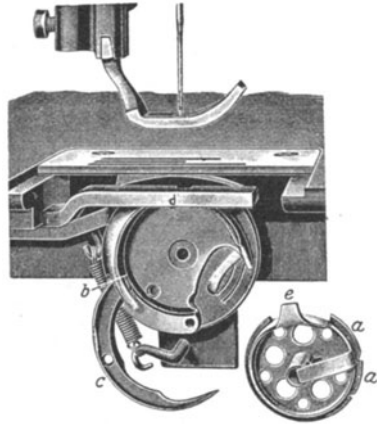

Abb. 48. Ansicht des Greifers mit abgenommenem Spulengehäuse.
2. Durch einen an dem Spulengehäuse befindlichen Randflansch, der in eine im Greiferkessel befindliche Nut greift. Das Spulengehäuse sitzt dauernd im Greifer, es ist eingebaut; die Spule wird in das Gehäuse gesteckt und durch eine Klink (Hebel c) gehalten (s. Abb. 48). Der Übelstand, daß man das Einlegen des Unterfadens und die Regelung der Unterspannung nicht wie bei der Maschine mit Brille außerhalb der Maschine vornehmen kann, hat verschiedene Firmen, z. B. Pfaff, Baer & Rempel, veranlaßt, Spulengehäuse zu bauen, welche man bequem mit der Spule herausnehmen kann. Es wird von dem in den Greifer eingebauten **Gehäuseaufnehmer** gehalten (letzterer braucht nicht aus dem Greifer entfernt zu werden). (Siehe die Abb. 49 und 50.)